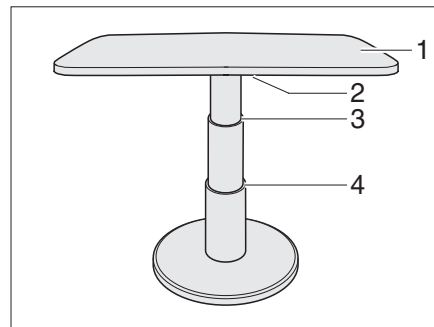

Fig. 56 Mesa elevadora del grupo de asientos circular
- Girar la palanca de bloqueo (Fig. 56,2) hacia la izquierda. El bloqueo está abierto.
- Presionar el tablero de la mesa (Fig. 56,1) por el centro hacia abajo hasta el tope deseado (Fig. 56,3 ó 4) y manténgalo presionado.
- Girar la palanca de bloqueo (Fig. 56,2) hacia la derecha. La mesa elevadora está bloqueada.